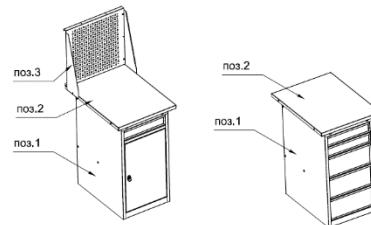

Рис. 1. Схема компоновки и устройства мини верстаков ML
3.1. Мини Верстак (см. рис. 1) состоит из Тумбы поз. 1 (устанавливаются тумбы ML0 - ML8).